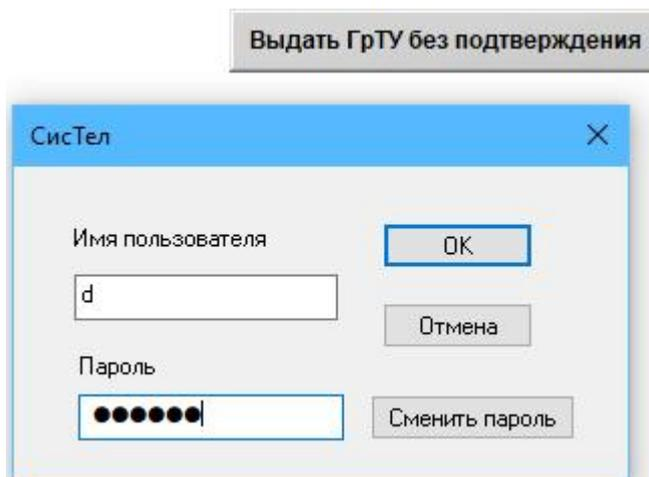

Рисунок 130 – Окно авторизации пользователя
- нажать на кнопку «Выдать групповое ТУ без подтверждения». В появившемся окне «СисТел» (рисунок 130) ввести пароль для допуска к управлению сигналами. Нажать на кнопку «ОК»;